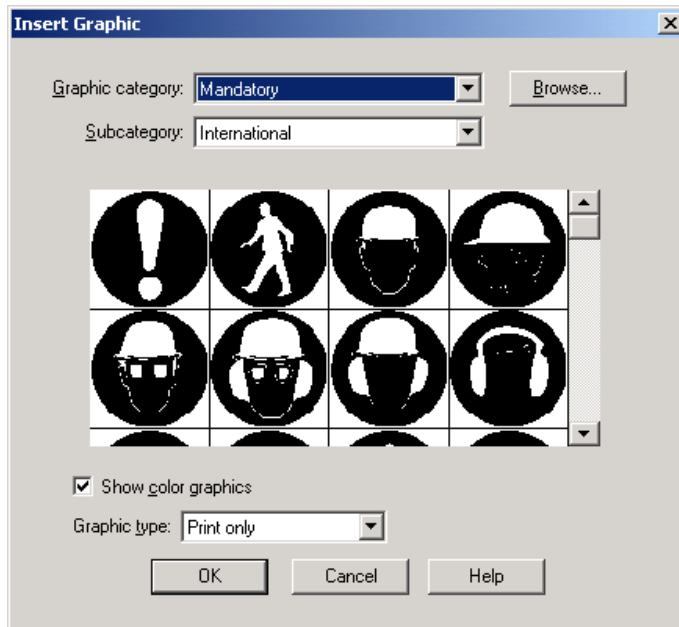

Abbildung 9-1. Dialogfeld „Grafik einfügen“
1. Wählen Sie im Menü Zeichnen die Option **Grafik einfügen** oder klicken Sie in der Zeichen-Symbolleiste auf . Das Dialogfeld „Grafik einfügen“ (Abbildung 9-1 auf Seite 9-2) wird angezeigt.